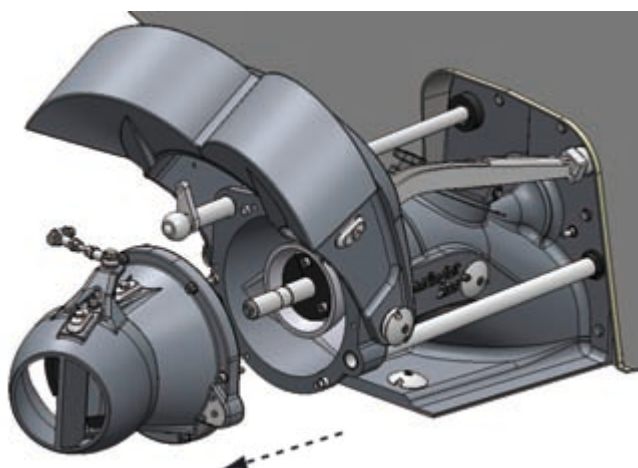

Рисунок 27. Удаление статора и рулевого сопла
3. Удалите статор и рулевое сопло единым блоком (рис. 27).